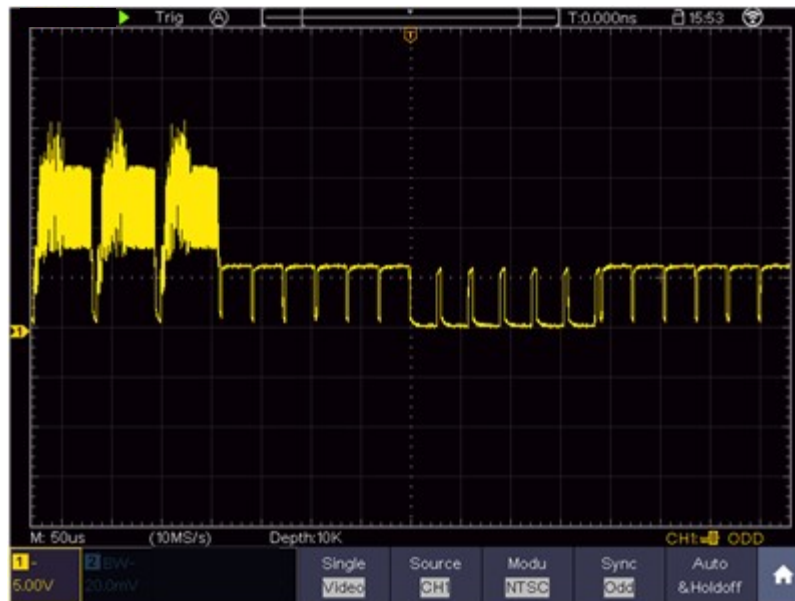

Рисунок 8-64. Осциллограмма при запуске по полю видеосигнала
- (1) Нажмите , затем **Trig Menu** на панели для открытия меню запуска.
- (2) Выберите первый пункт нижнего меню, затем **Single** справа.
- (3) В левом меню выберите режим **Video**.
- (4) Выберите **Source** внизу, **CH1** справа.
- (5) В нижнем меню выберите **Modu**, в правом — **NTSC**.
- (6) В нижнем меню выберите **Sync**, в правом — **Field**.
- (7) Подберите вертикальный масштаб, положение по вертикали и масштаб времени для удобного изображения (см. рисунок 8-64).